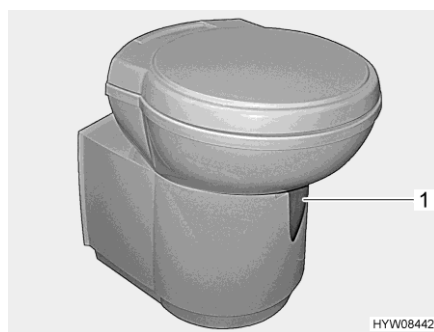

Fig. 210 Taza del inodoro Thetford (basculable)
- Antes del lavado, abrir la corredera del inodoro Thetford. Para ello, empujar la palanca de corredera (Fig. 210,1) en sentido contrario a las agujas del reloj.